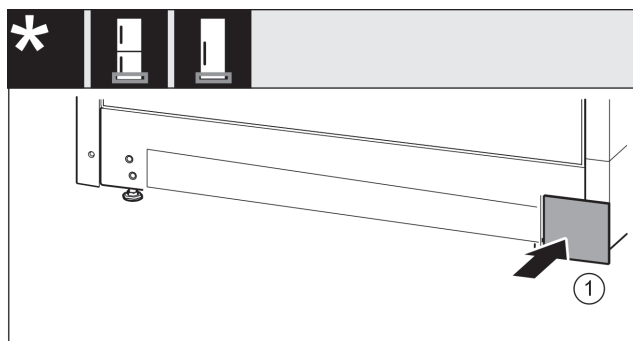

Fig. 18
- Kryt Fig. 18 (1) opět nasadíte na druhé straně.